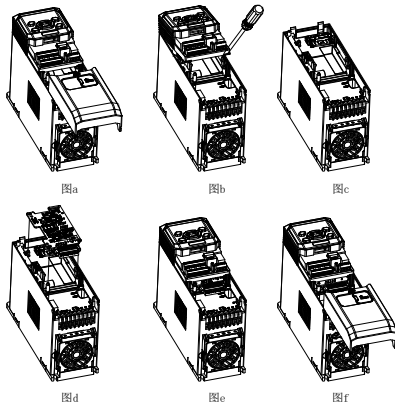

图2-3 位置1 PG卡安装步骤图
(1) 变频器非上电状态下，按下盖板中上部颗粒状处，用力向下滑动，取下变频器下盖板，如图2-3 a所示。
(2) 用小一字螺丝刀向外撬开变频器控制盒下部与变频器连接的两个卡勾，向上取下控制盒，如图2-3 b与图2-3 c所示。
(3) 安装PG\*1S卡：先将PG\*1S卡的端子台朝下，接着将PG\*1S卡上的三个圆孔对准定位柱后下压，让四个卡勾卡住PG\*1S卡，如图2-3 d所示。
(4) 完成组装，先把控制盒按图示方向扣入卡勾，再往下按压控制盒，使得其下端卡入卡勾，最后安装下盖板，用力滑入并卡住，如图2-3 e与f所示。